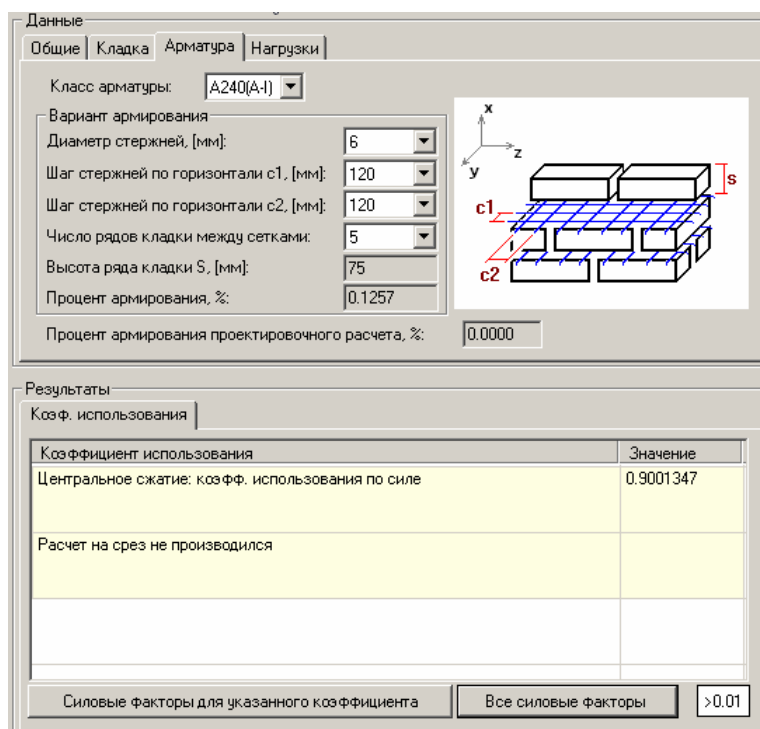

Рис. 8.48. Подбор арматурной сетки простенка
3. Перейдите на вкладку **Арматура**. Выберите параметры сетки так, чтобы фактический процент армирования был немного больше, чем процент армирования проектного расчета (рис. 8.48). Чтобы для выбранного армирования определить фактические коэффициенты использования нажмите на кнопку **Расчет**.